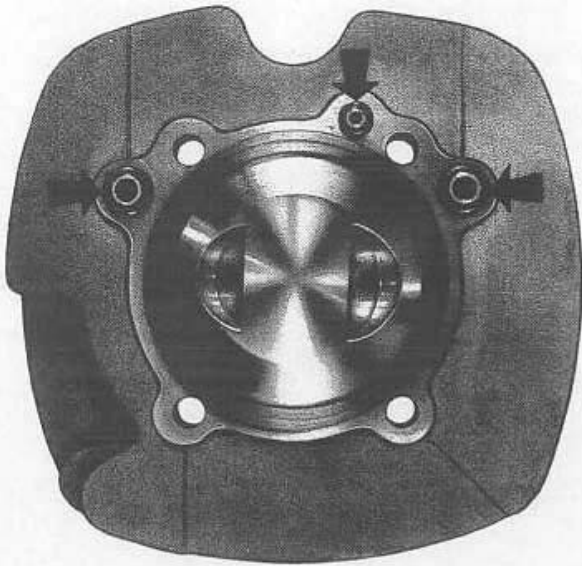

Fig. 12
**Cilindro verticale** (fig. 12).
**Vertical cylinder** (fig. 12).